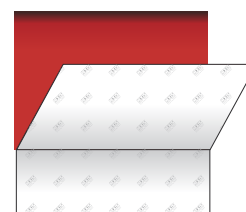

Figure05
- Enlever alors la charnière, afin de continuer le retrait du liner, en fonction des surfaces rencontrées (cf. sous paragraphes suivants). (FIG. 05)